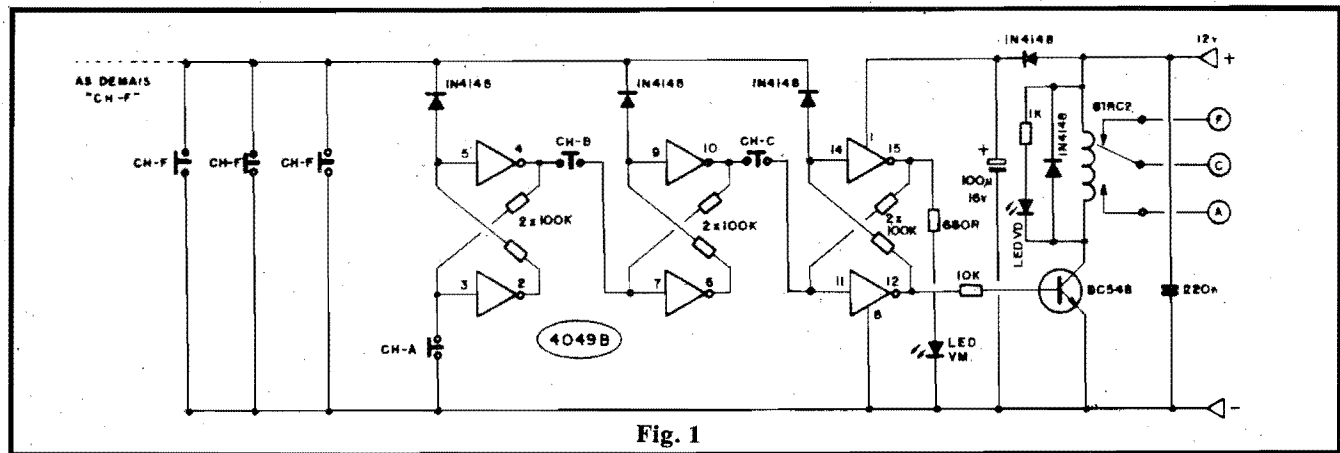

Fig. 1
O surpreendentemente simples esquema do TECODIS está na fig. 1... Com um único Integrado C.MOS 4049B (contendo 6 simples inversores) são estruturadas 3 “células de memória” (biestáveis), devidamente “enfileiradas” para determinar a sequência do código. A sequência válida é a seguinte: acionado o **push-button** CH-A o pino 4 do primeiro biestável torna-se “baixo”, e **apenas assim** possibilitando que ao apertar-se o botão CH-B o segundo biestável manifeste estado “baixo” no seu pino 10, e **apenas nessa condição** permitindo que, ao pressionar-se o botão CH-C o pino 12 do último biestável fique “alto”, polarizando o transistor BC548 que, por sua vez, energiza o relê, cujos contatos acionam a carga ou dispositivo acoplado ao TECODIS! Ao mesmo tempo em que (nessa **única** sequência válida...) o pino 12 do 4049B fica “alto”, o pino da saída complementar do referido biestável (15) que, em **stand by** estava “alto” mantendo o LED piloto vermelho aceso, manifesta-se agora “baixo”, apagando o LED vermelho. Por outro lado, o LED verde, em paralelo com a bobina do relê (que em **stand by** estava apagado), **acende**. Os dois LEDs, por-